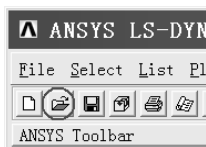

图 10-57 “OPEN ANSYS File”按钮
(2) 单击“14.0: ANSYS Mechanical APDL Product Launcher [Profile:***La...”窗口中“Simulation Environment:”方框后的倒立三角形图标, 选中“ANSYS”。
(3) 单击“14.0: ANSYS Mechanical APDL Product Launcher [Profile:***La...”窗口中“License:”方框后的倒立三角形图标, 选中“ANSYS LS-DYNA”。
(4) 在“14.0: ANSYS Mechanical APDL Product Launcher [Profile:***La...”窗口中的“Working Directory:”方框内找出“D:\Ch10\shell forming”目录。
(5) 在“14.0: ANSYS Mechanical APDL Product Launcher [Profile:***La...”窗口中的“Job Name:”方框内找出“D:\Ch10\shell forming”目录中的“shell forming.db”文件。
(6) 单击“14.0: ANSYS Mechanical APDL Product Launcher [Profile:***La...”窗口中的“Run”按钮, 弹出 ANSYS LS-DYNA 操作界面。
(7) 单击 ANSYS LS-DYNA 操作界面左上角处的“OPEN ANSYS File”按钮(见图 10-57), 打开“D:\Ch10\shell forming”目录中的“shell forming.db”文件。打开该文件后, 图形界面中显示出框架结构。